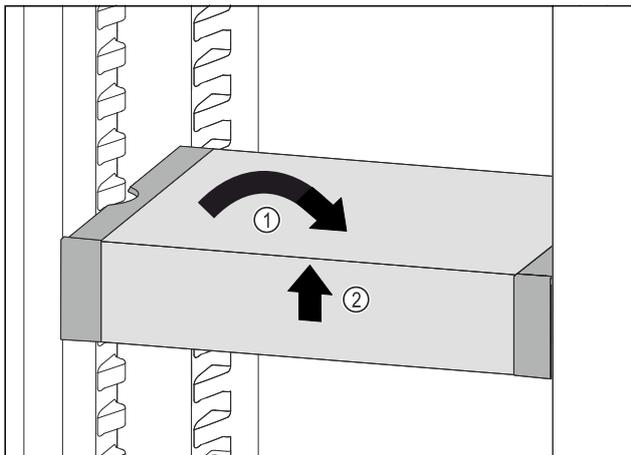

Fig. 94
- VarioSafe gerade stellen. Fig. 94 (1)
- VarioSafe vorne anheben. Fig. 94 (2)